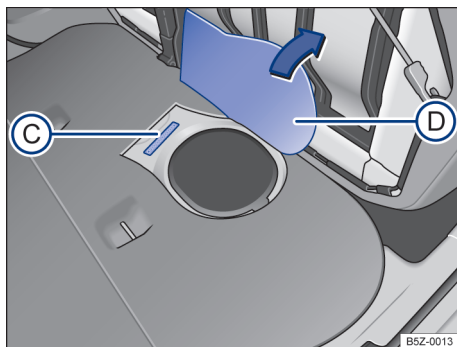

Fig. 174 Debaxo do banco traseiro sob o revestimento do assoalho (D): número de identificação do veículo (C).
O número de identificação do veículo está localizado debaixo do banco traseiro sob o revestimento do assoalho → Fig. 174 (C). Para encontrar o número de identificação do veículo, rebater o banco traseiro e levantar o revestimento do assoalho → Fig. 174 (D).